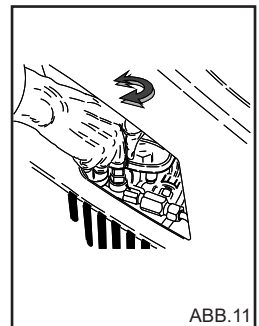

ABB.11
Dieses Kapitel bezieht sich nur auf Modelle mit „Druckregelvorrichtung“. Mit der Druckregelvorrichtung, Abb. 11 kann der Arbeitsdruck geregelt werden. Durch Drehen des Griffs C entgegen dem Uhrzeigersinn (B) (Minimum) wird der Betriebsdruck verringert.